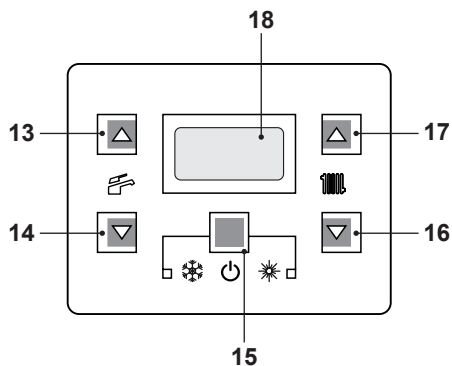
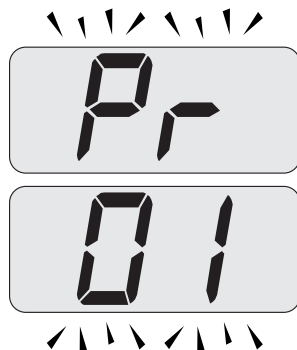

Figura 5.32
Figura 5.33
• Entrare in "modalità programmazione" premendo contemporaneamente per 10 secondi i tasti 15 - 16 - 17 (Figura 5.32) fino a far apparire sul display LCD le lettere **Pr** che si alternano con il codice **01**, indicanti l'entrata nel "parametro 01" (Figura 5.33).
- Premere contemporaneamente i tasti 15 e 17 (Figura 5.32) fino a far apparire sul display LCD il valore del parametro 17 (Figura 5.35).
- Premendo il tasto 15 (Figura 5.32) si ottiene la conferma del valore inserito.
- Premendo contemporaneamente i tasti 15 e 16 (Figura 5.32) si esce senza modificare il valore (ritorno alla lista parametri Figura 5.33).
- Premendo contemporaneamente per 10 secondi i tasti 15 - 16 - 17 (Figura 5.32) si esce dalla "modalità programmazione".